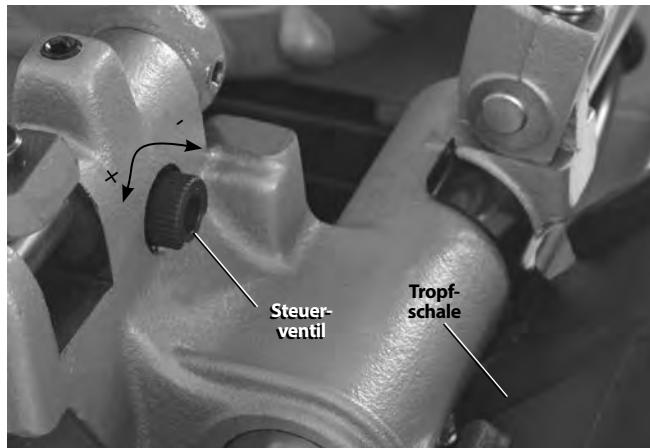

Abbildung 5 – Einstellen des Ölflusses
11. Überprüfen Sie den Pegel des RIDGID Gewindeschneidöls. Entfernen Sie die Späneauffangschale und den Ölwanneinsatz; achten Sie darauf, dass die Filtersiebbaugruppe vollständig in Öl eingetaucht ist. Siehe Wartung des Ölsystems. Wenn die Maschine mit einer Tropfschale ausgestattet ist, achten Sie darauf, dass sie korrekt platziert ist, sodass das vom Schneidkopf tropfende Öl in die Späneauffangschale geleitet wird (siehe Abbildung 5).
- Bewegen Sie den Schneidkopf in die Betriebsposition. Betätigen Sie den Fußschalter und lassen Sie ihn gedrückt. Überprüfen Sie, ob Öl durch den Schneidkopf fließt. Nehmen Sie den Fuß vom Fußschalter. Der Ölfluss kann mit dem Steuerventil am Schlitten reguliert werden (Abbildung 5). Bei Rotation im Uhrzeigersinn nimmt der Fluss ab, bei Rotation gegen den Uhrzeigersinn nimmt er zu. Nicht bei laufender Maschine einstellen.